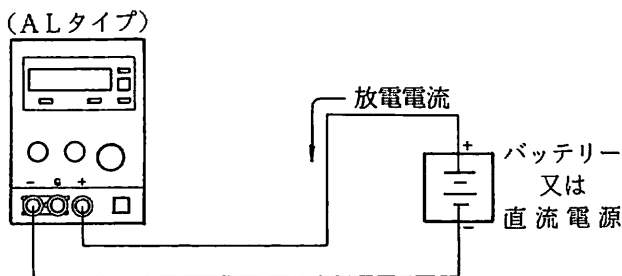

図22
- 3)出力端子に供給源を図22のように接続します。
- (注) ・LOAD状態での接続極性は図22の様に+と+、-と-を接続してください。